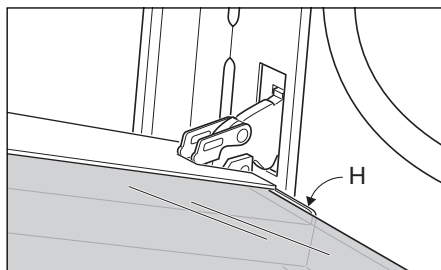

Figura 47c
- Inserire il pannello nelle guide di scorrimento sinistra "E" e destra "F", e scorrere dolcemente sui fermi "H" (figura 47c).